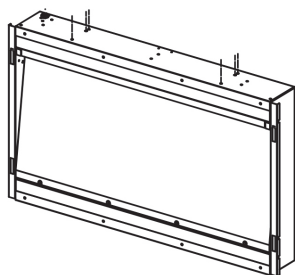

Figura 7
- Hay cuatro agujeros en la parte inferior de la carcasa de la chimenea (ver Figura 7).